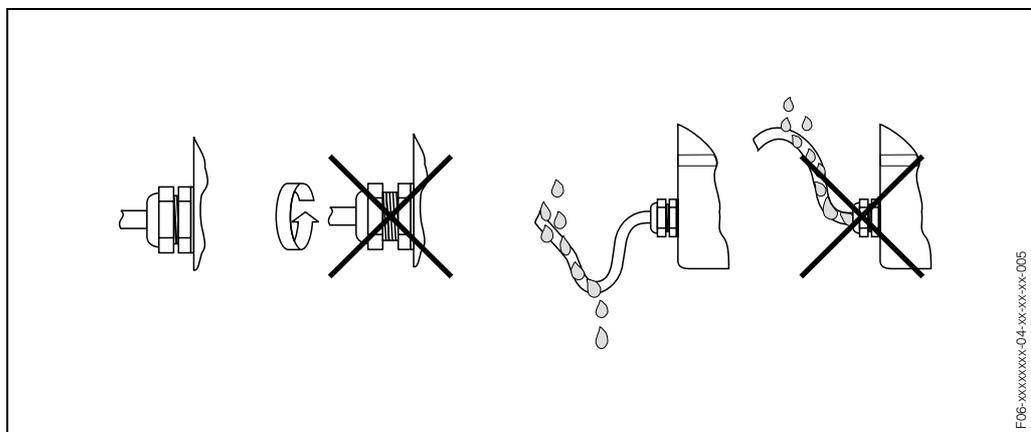

Fig. 13: Указания по монтажу, кабельные вводы
- Надежно затянуть кабельные вводы (Рис. 13).
- Подводка кабеля осуществляется снизу во избежание попадания воды в кабельные вводы ("ловушка для воды", Рис. 13). Такая компоновка предотвращает попадание воды в кабельные вводы. Измерительный прибор устанавливается так, чтобы кабельные вводы не были направлены вверх.